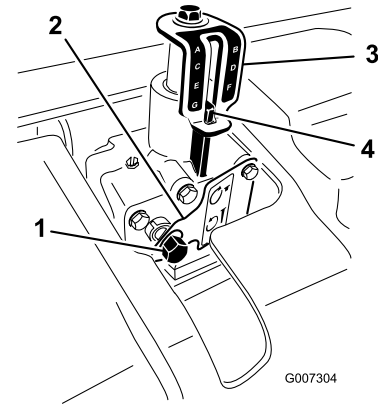

Figura 21
3. Introduza um encaixe com roda dentada 9/16" no veio de entrada do ajustador de profundidade (Figura 21).
5. Rode o ajustador de profundidade no sentido dos ponteiros do relógio (SPR) para diminuir a profundidade de arejamento ou rode o sentido contrário ao dos ponteiros do relógio (SCPR) para aumentar a profundidade de arejamento. (Figura 21).
6. Rode o veio de entrada do ajustador de profundidade até à profundidade desejada ser atingida, conforme indicado no autocolante indicador de profundidade (Figura 21).